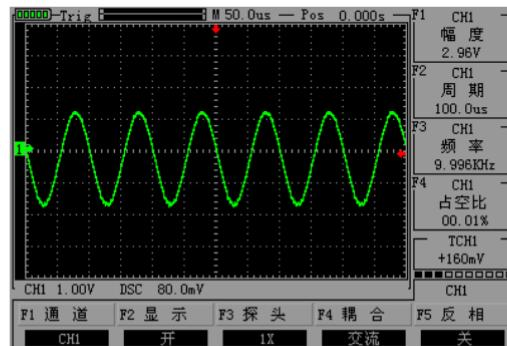

图2-5 耦合交流
- 按下“CH1”→“F4”选择设置到直流。交流和直流分量都被允许通过。波形显示如图2-5所示。